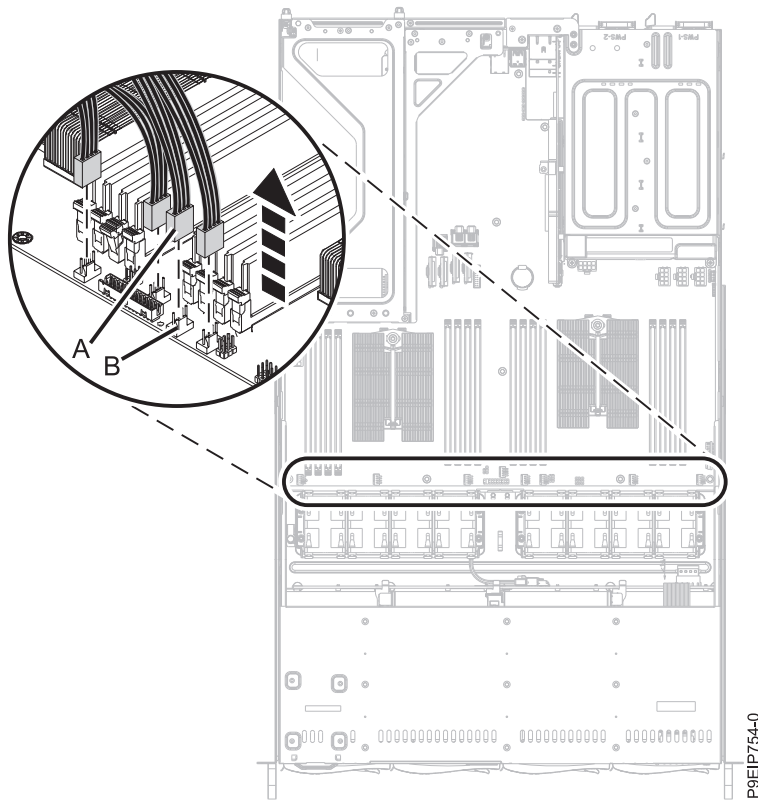

Figure 15. Déconnexion du câble du ventilateur
4. Pour déconnecter un câble de ventilateur, enfoncez la patte du connecteur **(B)** et ôtez avec soin le connecteur **(A)** du fond de panier système, comme indiqué dans la figure 15, à la page 21. Ne tirez pas sur les fils. Faites passer le câble à travers le support du ventilateur.